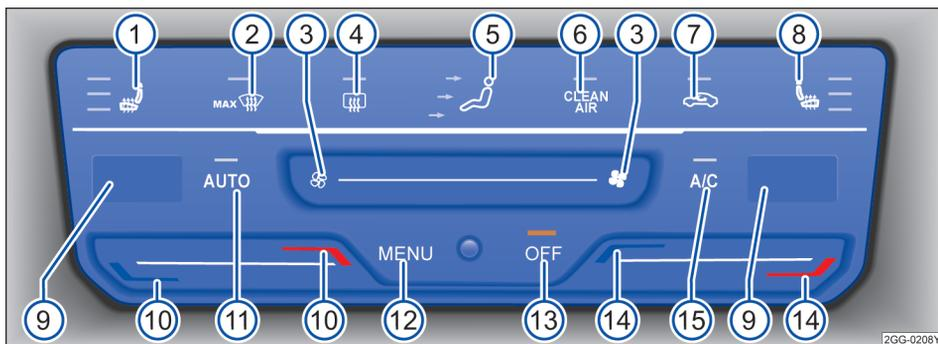

图 101 在中控台上部内：触控式自动空调的操作元件
- 触摸按钮 **OFF** → 图 101。
触摸按钮 → 图 101 调整气流分配：
触摸按钮 **MAX** → 图 101 可尽快将前窗玻璃除霜并除去水雾（除霜功能）：
- 按下操作面板中的按钮  → 图 101。